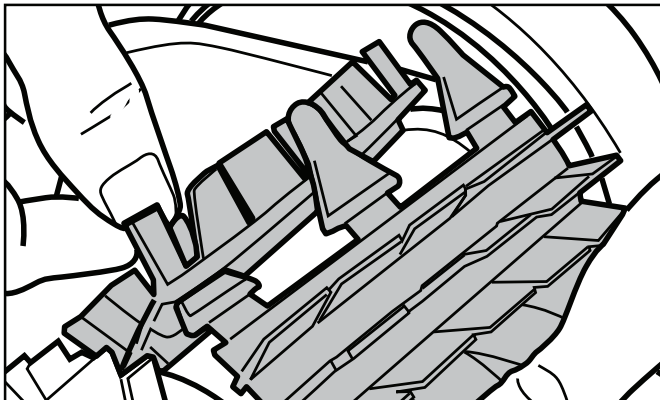

Figure 21. Insertion des languettes dans chaque fente
3. Insérez chaque languette dans la fente prévue à cet effet, en l'introduisant doucement jusqu'à ce que le talon ressorte de l'autre côté de la fente (Figure 21).